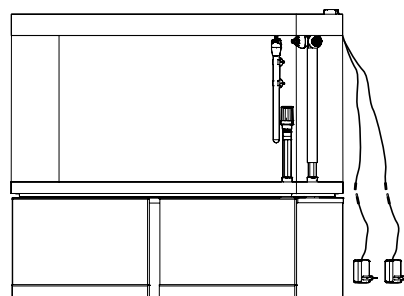

Fig. 9
3. Ligue a unidade de iluminação ao controlador LED com o respetivo conector (Fig. 9).